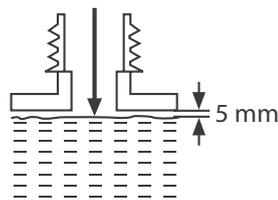

Fig. 16
- > Placer l'outil sur une surface adaptée avec le bouchon du réservoir d'huile de chaîne (28) tourné vers le haut.
- > Dévisser et enlever le bouchon du réservoir d'essence (28) puis rajouter du lubrifiant. Utiliser de l'huile de chaîne pour la scie à chaîne.
- > Utiliser un entonnoir muni d'un filtre pour éviter toute entrée de résidus dans le réservoir et tout débordement de ce dernier. Ne pas trop remplir le réservoir et laisser env. 5 mm d'espace au bas pour permettre l'expansion du lubrifiant (Fig. 16).